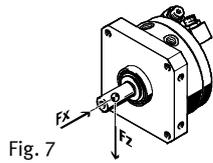

Fig. 7
- Verificare che durante il fissaggio della massa in movimento siano rispettate le seguenti condizioni (Fig. 7):